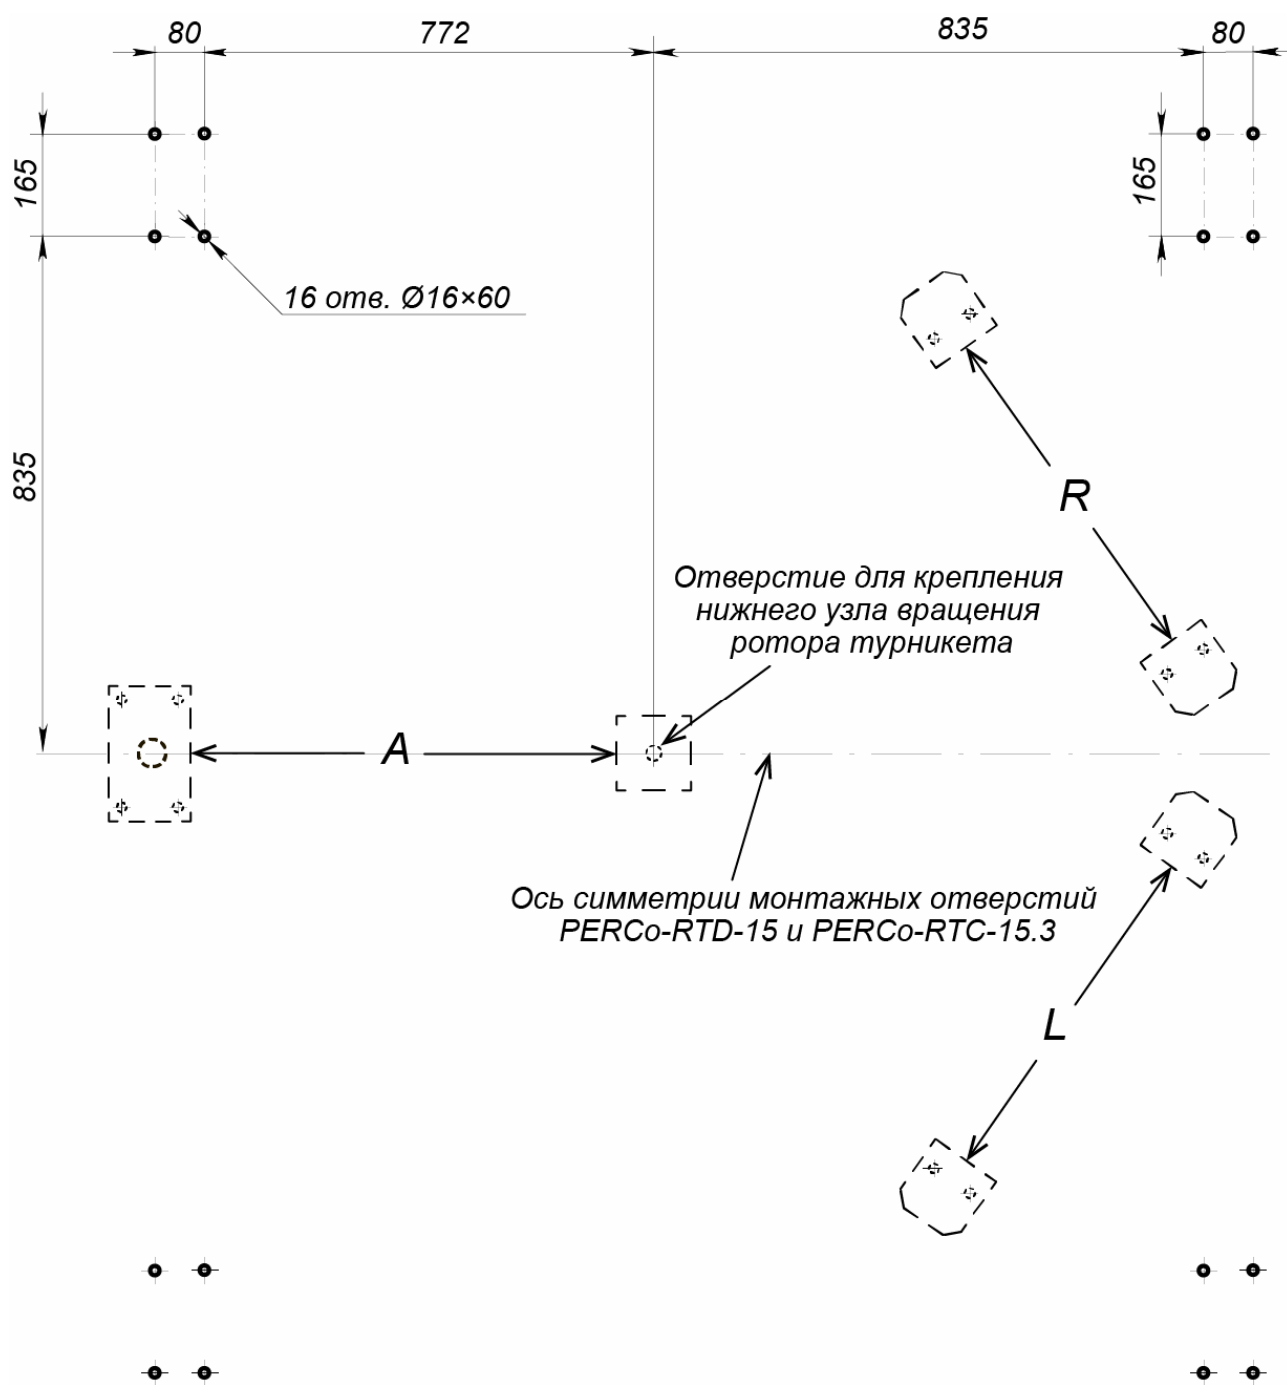

Рисунок 4. Схема разметки отверстий для крепления стоек (3) крыши относительно отверстий для крепления турникета:
2. Выполните на установочной поверхности разметку отверстий для монтажа стоек (3) в соответствии с рис. 4. Разметку отверстий для монтажа крыши рекомендуется выполнять одновременно с разметкой отверстий для монтажа турникета. Оси симметрии монтажных отверстий турникета и крыши совпадают (см. рис. 4).